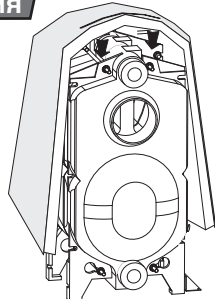

Рис. 7
- A: Начав сверху, оберните изоляционную рогожку около теплообменника котла, причем текстильная сторона рогожки должна быть обращена наружу (рис. 7)